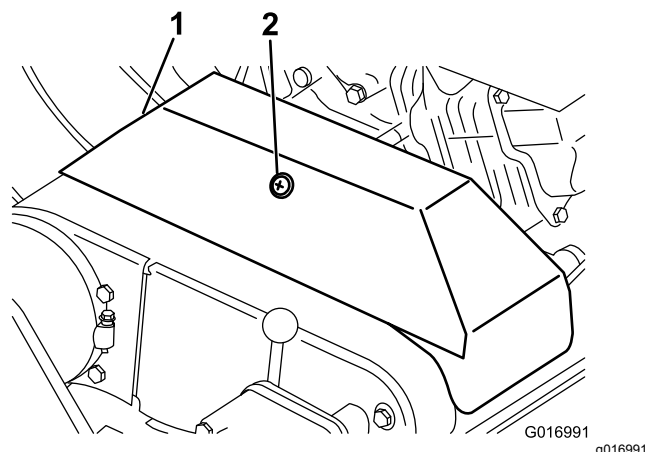

Figura 34
3. Allentate il fermo del copricinghia della cinghia trapezoidale e girate il copricinghia per aprirlo (Figura 34).